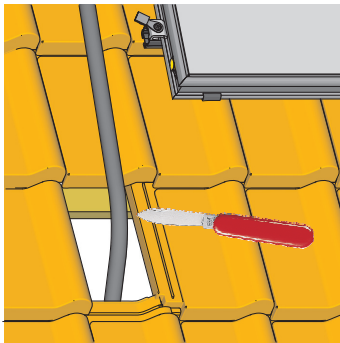

Bild 3-29 Arbeitsschritt 7
7. Die Wärmedämmschläuche der Verbindungsleitungen so abschneiden, dass die Verbindungsrohre durch die jeweilige Dachdurchführung geführt werden kann (Bild 3-29).